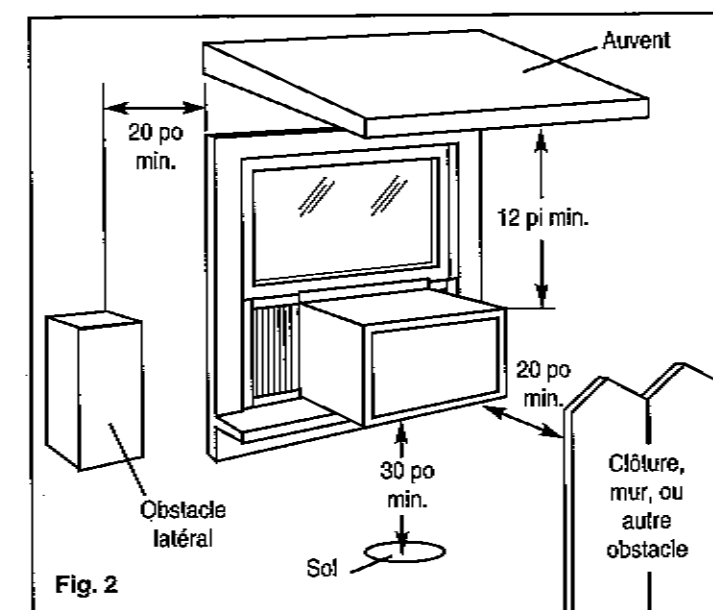

Fig. 2
- Laissez suffisamment d'espace libre autour du caisson pour permettre une ample circulation d'air à travers l'appareil. Voir fig. 2. L'arrière de l'appareil doit donner sur l'extérieur de la maison et non pas dans un garage ou à l'intérieur d'un immeuble. Tenez l'appareil aussi loin que possible de tout obstacle ou obstruction et à au moins 30 po au-dessus du plancher ou du sol. Il ne faut pas que les rideaux ou d'autres objets à l'intérieur de la pièce puissent bloquer le flux d'air.